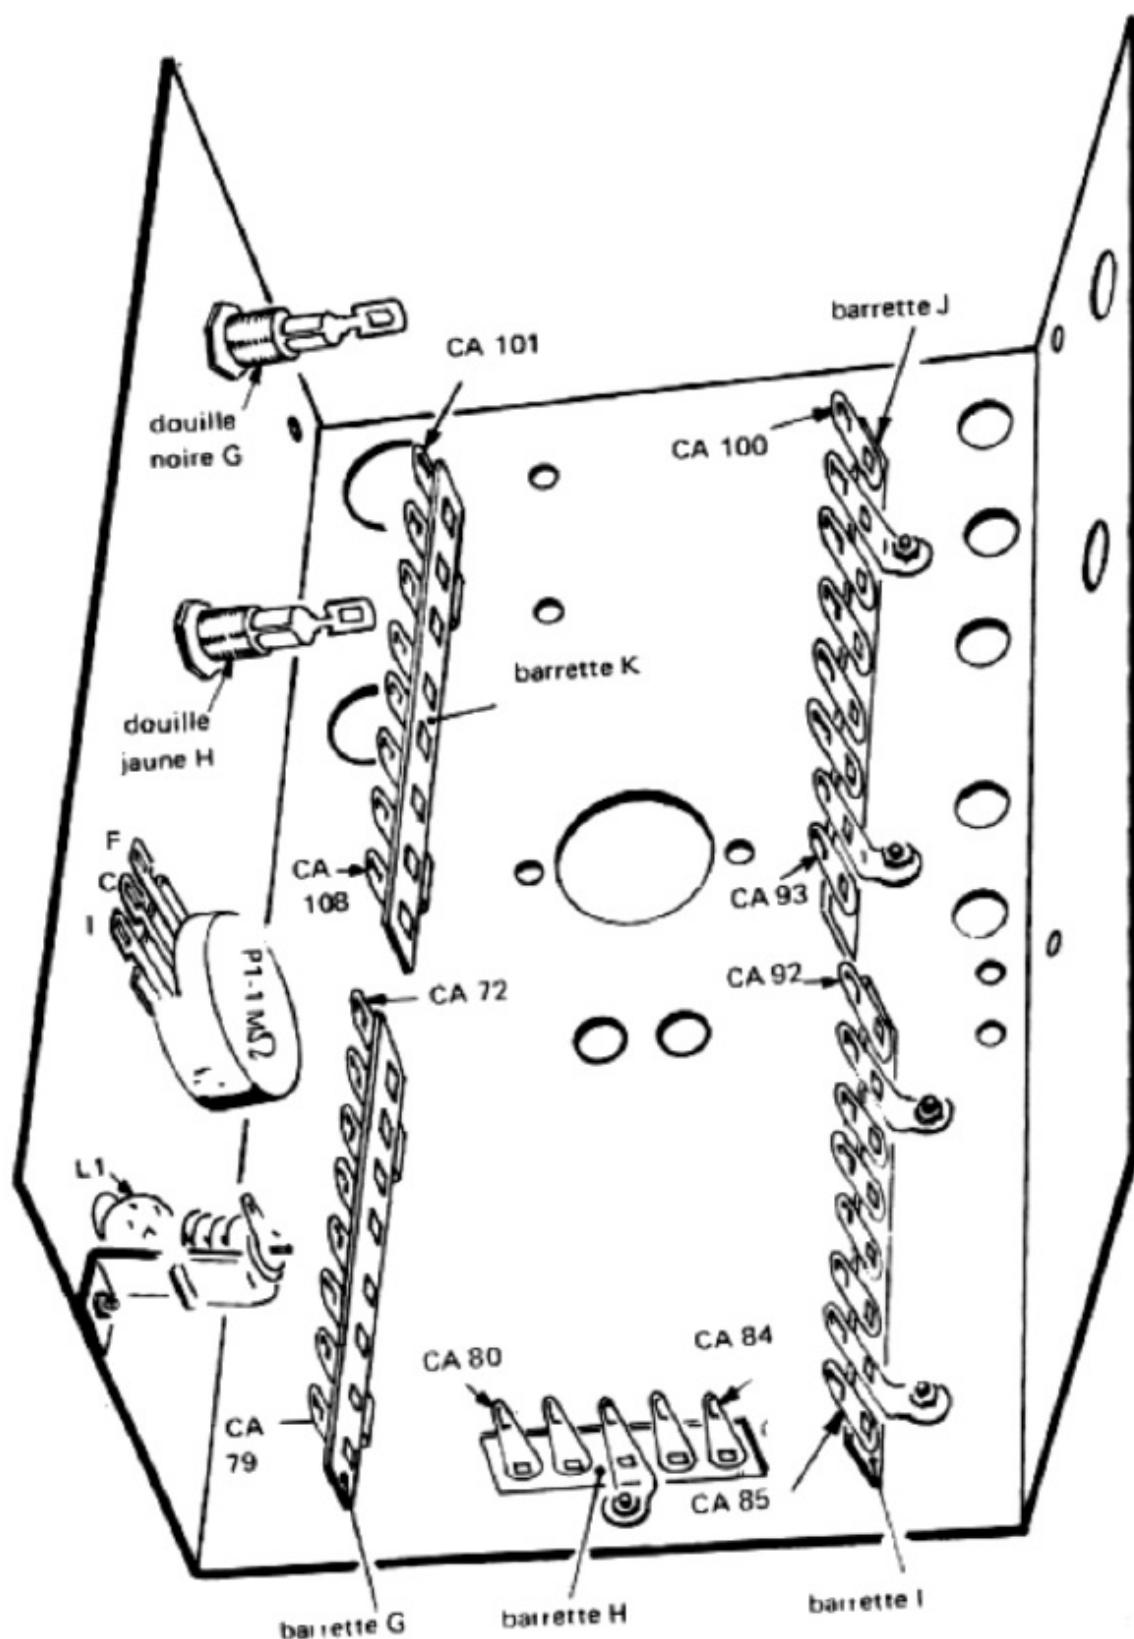

Figure 7
**Le montage mécanique est terminé.** La figure 7 vous donne la disposition des différents composants, que vous venez de monter sur le châssis B.
**RELIEZ, à l'aide d'un morceau de fil isolé rigide, la cosse de la douille noire G (repérée sur la figure 7) à la languette de la cosse CA 102 (masse) de la barrette K. SOUDEZ sur les deux points.**
RELIEZ à l'aide d'un morceau de fil isolé rigide, la cosse de la douille jaune H (repérée sur la figure 7) à l'oeillet de la cosse CA 90 de la barrette I. SOUDEZ sur les deux points.
RELIEZ à l'aide d'un morceau de fil étamé nu, la borne I (repérée sur la figure 7) à la borne C du potentiomètre P1 de  $1M\Omega$ . SOUDEZ seulement sur la borne C de ce potentiomètre.